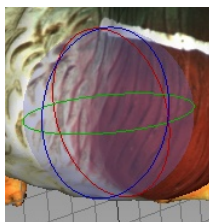

Рис. 8.50: Элемент управления в режиме вращения
- Потяните один из круглых элементов управления (см. Рис. 8.50), чтобы вернуть объект. Нажатие клавиши, соответствующей необходимой оси (X, Y или Z), позволит скрыть элементы управления остальных осей.